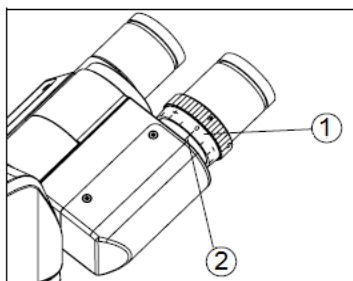

Fig. 1 Ajuste de dioptria
- Então, olhar com o olho esquerdo através do ocular esquerdo. Se a imagem não estiver focada, girar o ajuste de dioptria (1) até que o objeto fique nítido (vide Fig. 1).